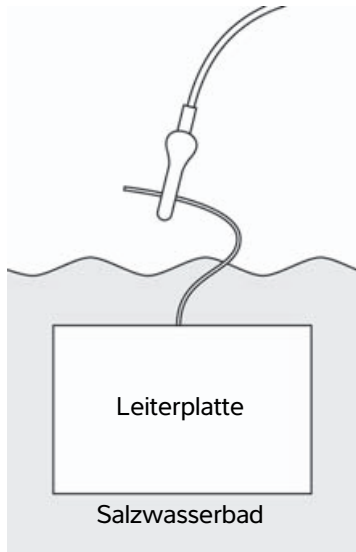

Abbildung 5-14 Anschluss der Leiterplatte
- a Die schwarze Elektrode mit der Leiterplatte im Salzwasserbad verbinden, siehe Abbildung 5-14.